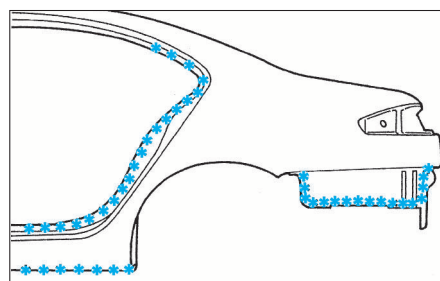

FIG. 67
- Fraiser les points de soudure électrique (Fig.67).